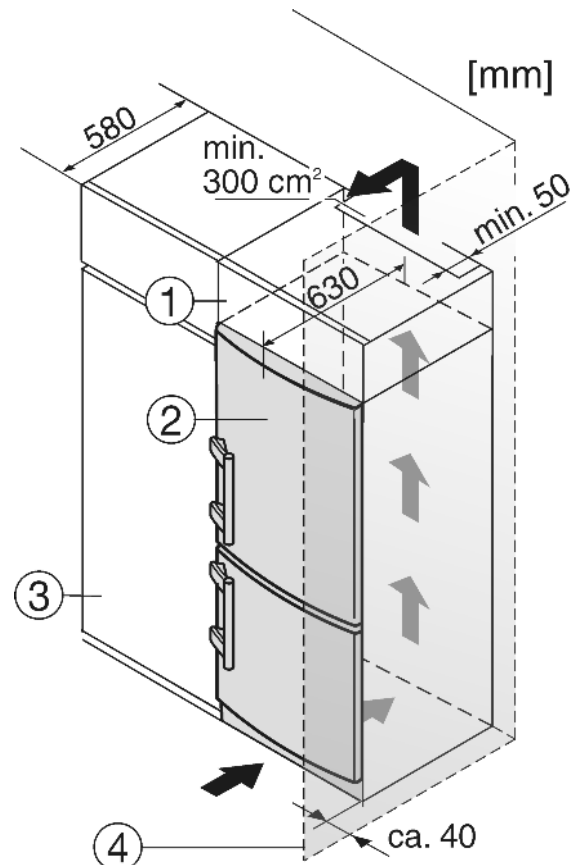

Fig. 5
- (1) Élément haut
- (2) Appareil
- (3) Placard de cuisine
- (4) Mur
L'appareil peut être entouré de meubles de cuisine. Pour adapter l'appareil Fig. 5 (2) à la hauteur des placards de la cuisine intégrée, on peut placer un élément haut Fig. 5 (1) au-dessus de l'appareil.
En cas de réaménagement avec des buffets de cuisine (profondeur max. 580 mm), l'appareil peut être installé directement à côté d'un buffet Fig. 5 (3). La porte de l'appareil se trouve latéralement à 34 mm et au milieu de l'appareil à 50 mm par rapport à la façade du buffet. Elle s'ouvre et se ferme ainsi facilement.
Si l'appareil est installé avec les charnières à côté d'un mur Fig. 5 (4), la distance entre l'appareil et le mur doit être de 40 mm min. Ceci correspond à la saillie de la poignée lorsque la porte est ouverte.